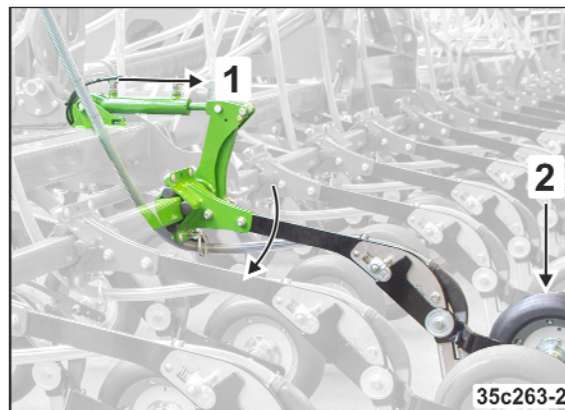

Bild 180
1. Ju längre hydraulcylindern (Bild 182/2) körs ut desto mer vrids plogbillsbalken (Bild 180/1) och plogbillstrycket ökas (Bild 180/2).